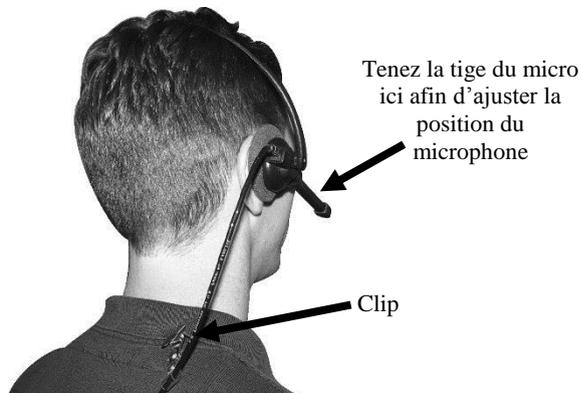
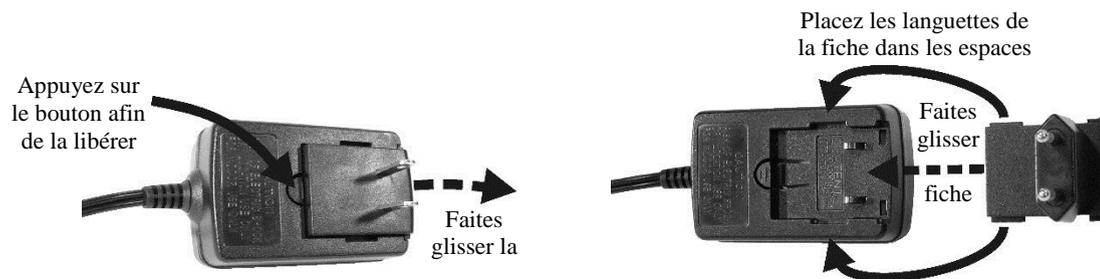

Figure 8. Port correct du casque
Figure 11. Changement de fiche sur le transformateur international
- Portez le casque avec son câble derrière votre dos et attachez les clips pour vêtements à votre col et à votre chemise, afin de maintenir le câble en toute sécurité derrière vous, comme illustré sur la **figure 8**.
Un transformateur international est fourni avec le chargeur de batterie pour utilisation dans les pays autres que les États-Unis. Installez la fiche nécessaire sur le transformateur, comme illustré à la **figure 11**. Branchez le cordon dans le chargeur de batterie, comme illustré à la figure 8, puis branchez le transformateur sur une prise électrique.